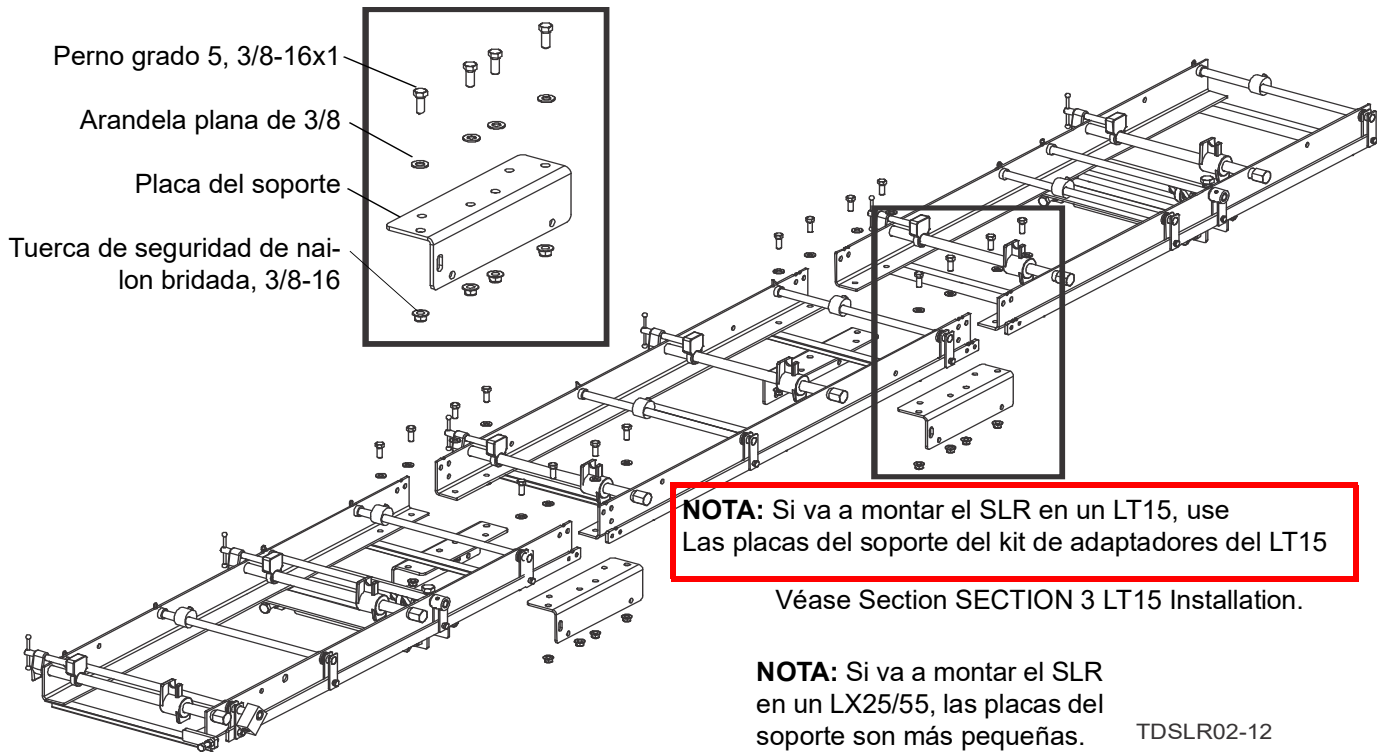

FIG. 3-2
2. Distribuya los armazones tal y como se muestra en la FIG.3-2 para conectar las placas como se muestra en las figuras 3-2 y 3-3